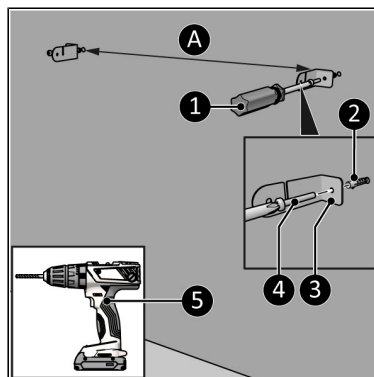
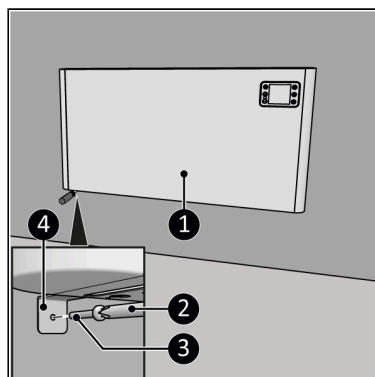

Figure 10.
Figure 13.
4. Percez deux trous à au moins 610 mm au-dessus du sol pour les supports. La distance entre les trous horizontaux est d'environ (Figure 10, pos. A)* :
5. Insérez des chevilles murales (Figure 10, pos. 2).
6. Vissez et serrez un support gauche et un support droit (Figure 10, pos. 3) au mur avec une grande vis (Figure 10, pos. 4) en utilisant un tournevis Phillips (Figure 10, pos. 1).
14. Remplacez l'appareil (Figure 13, pos. 2) sur les supports muraux (Figure 13, pos. 1).
15. Vissez et serrez les supports de l'appareil (Figure 13, pos. 4) avec une grande vis (Figure 13, pos. 3) au mur (Figure 10, pos. 3) à l'aide d'un tournevis Phillips (Figure 13, pos. 2).